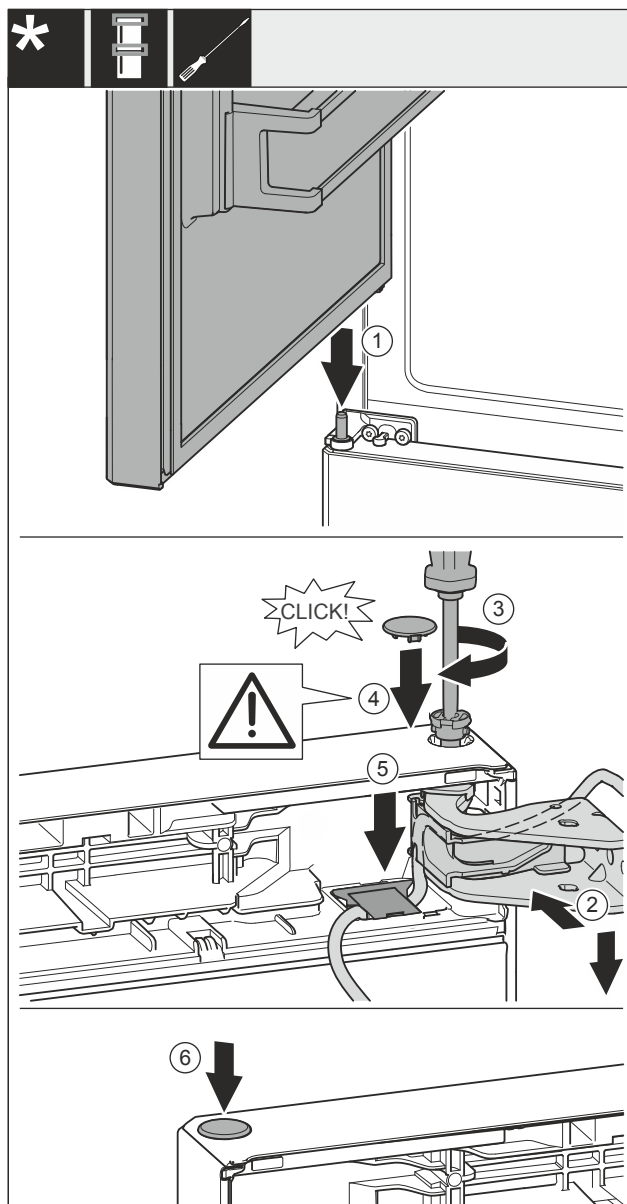

Fig. 51
- Placer la porte supérieure sur l'axe de palier central Fig. 51 (1).
- Aligner la porte en haut sur l'ouverture du support de palier Fig. 51 (2).
- Insérer l'axe Fig. 51 (3) et le serrer avec un tournevis.
- Installer le couvercle Fig. 51 (4).
- Vérifier que le couvercle Fig. 51 (4) repose bien sur la porte.
- Mettre le cache Fig. 51 (5) en place et le pousser vers le bas jusqu'à ce qu'il s'enclenche.
- Installer le couvercle Fig. 51 (6).